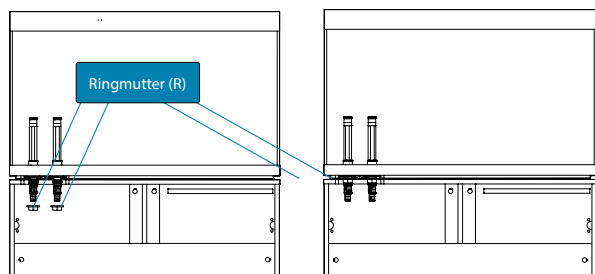
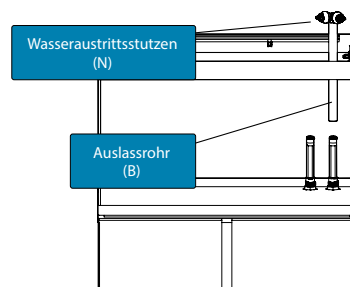

Abb. 3
Abb. 4
3. Öffnen Sie den Schrank. Drehen Sie die Ringmutter (R) auf das untere Ende des Verbindungsrohres (A) und befestigen Sie die Ringmutter (Abb. 3).
4. Schieben Sie den Wasseraustrittsstutzen (N) in das eine Ende des Auslassrohres (B).
5. Schieben Sie das Auslassrohr (B) auf das Verbindungsrohr (A) (Abb. 4).
6. Stellen Sie die Höhe des Wasseraustrittsstutzens Ihren Bedürfnissen gemäß ein, indem Sie das Auslassrohr (B) am Verbindungsrohr (A) entlang schieben.
7. Sie können die Wasseraustrittsstutzen (N) ganz leicht drehen, um den Wasserfluss in die gewünschte Richtung zu lenken.
3. Öffnen Sie den Schrank. Drehen Sie die Ringmutter (R) auf das untere Ende des zweiten Verbindungsrohres (A) und befestigen Sie die Ringmutter (Abb. 3).